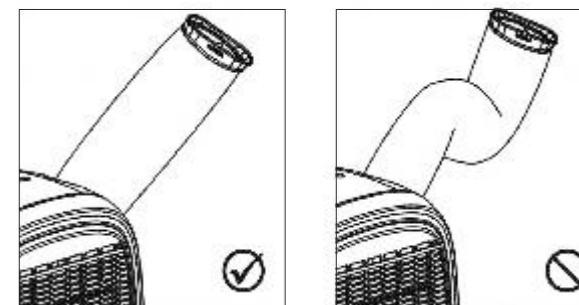

Рис. 2
- 2) Запрещается перегибать шланг! (см. рис.2)